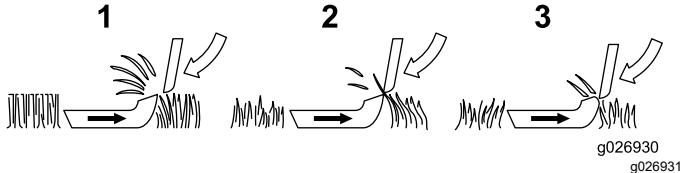

Figura 8
- Contacto lâmina/cilindro** (Figura 8) — Tem de haver um ligeiro contacto entre a lâmina e o cilindro para manter as extremidades de corte afiadas e para produzir uma excelente qualidade de corte. Por contraste, as unidades de corte utilizadas sem um ligeiro contacto permitem que materiais abrasivos e relva passem entre a lâmina e o cilindro. Esta ação erosiva arredonda as extremidades de corte da lâmina e do